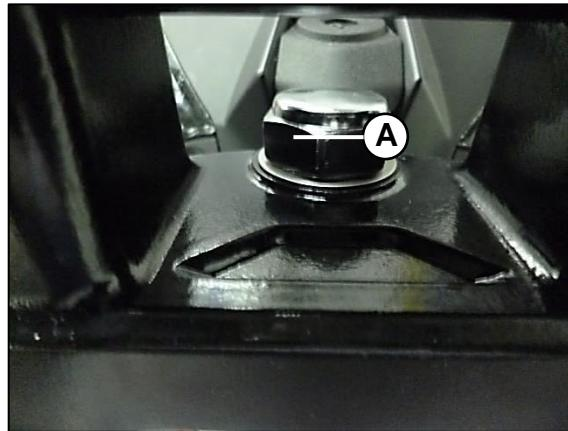

Fig. 03
Ajuste la tuerca superior de la dirección (A) con una llave 30 mm. **Fig. 03**